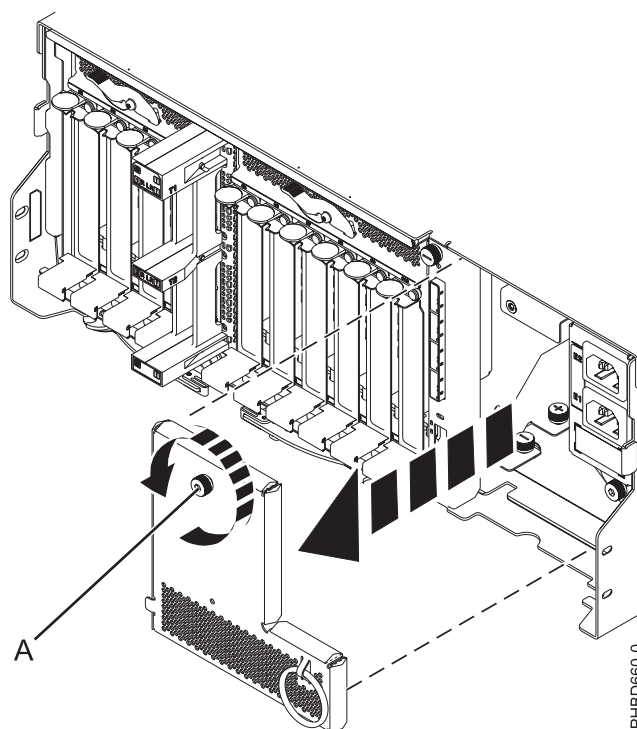

Figure 28. Retrait du capot d'un répartiteur de puissance en entrée
7. Sur le capot du répartiteur de puissance en entrée, dévissez la vis moletée (**A**) puis retirez le capot comme illustré à la figure 28.